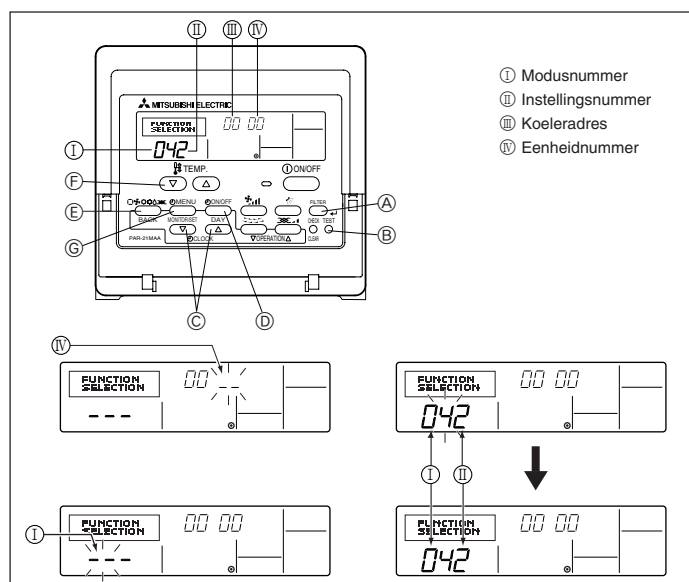

Fig. 6-2
6.2.1. Instelling van de functies op het apparaat (Fig. 6-2)